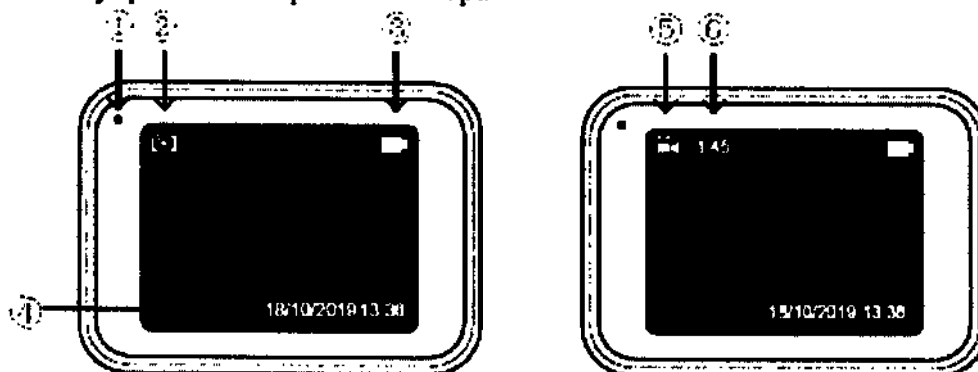
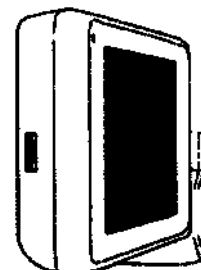

Рис. 3
Рис. 4
Видеоларингоскоп поставляется с сетевым зарядным устройством с кабелем USB. Чтобы зарядить аккумулятор, подключить вилку сетевого зарядного устройства к надлежащему источнику питания, а затем подключить кабель USB (для зарядки) к интерфейсу USB на внешней стороне монитора (см. рисунок 4). Во время зарядки индикатор питания на мониторе горит красным (рис. 3, поз. ⑤). Когда аккумулятор полностью разряжен, время зарядки составляет около 5 часов. При правильном использовании и обращении ожидаемый срок службы аккумулятора составляет примерно 3 года. При длительном хранении заряжать аккумулятор каждые 3 месяца.